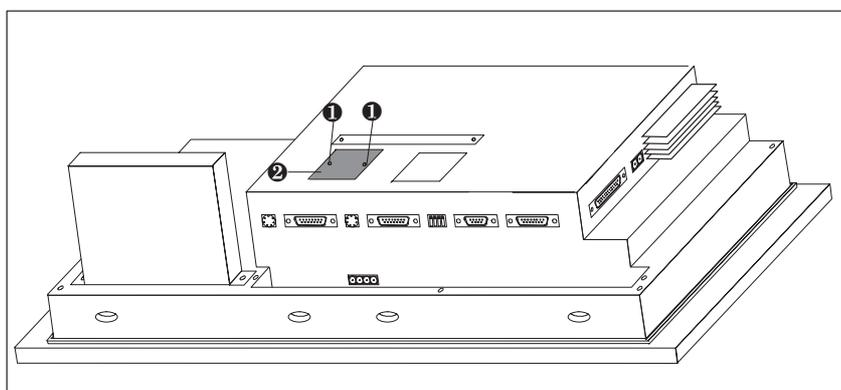

Figura 18-4 Eliminazione del coperchio (esempio OP37)
2. Svitare le due viti di espansione ❶ e togliere il coperchio ❷ rappresentato nella figura 18-4 dal retro dell'OP.